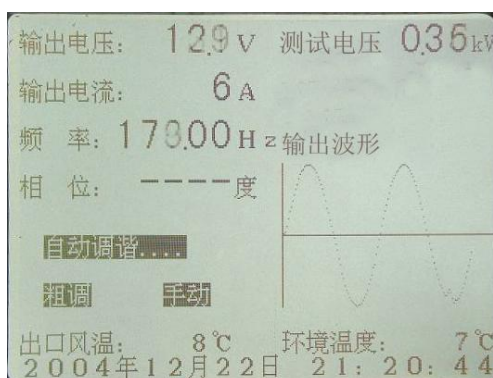

图 25 变频电源装置自动调谐显示
8.1.2 自动调谐由一个独立的按钮来完成，当启动系统后，按动“自动调谐”按钮，系统将自动升压到一个初始电压后，按照频率值从低到高以 1Hz 为单位扫描，在谐振频率点附件细调寻找精确的谐振点。屏幕显示图 25 所示。